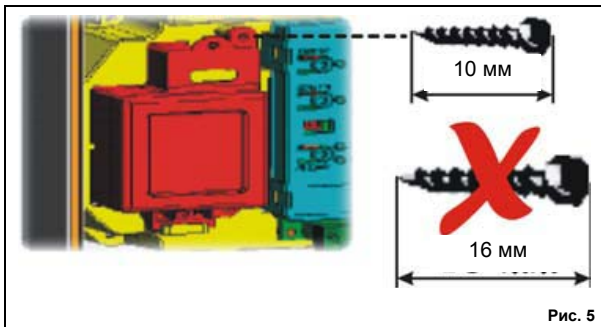

Рис. 5
2. Установить аккумулятор в гнездо и закрепить его саморезами (рис. 5).